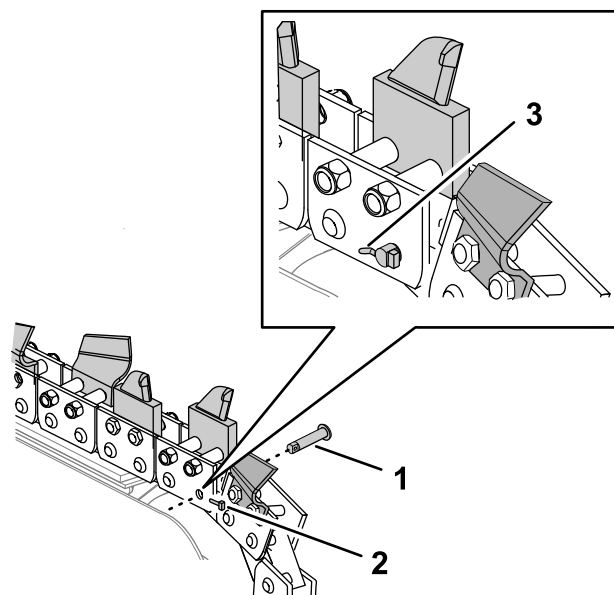

Figura 15
2. Gire la cadena excavadora hasta que el pasador maestro esté posicionado en la parte superior de la rueda tensora (Figura 15).
4. Enderece o recorte el extremo del pasador de seguridad y retire el pasador (Figura 15).
5. Retire el pasador maestro y el rodillo del pasador maestro (Figura 15).
4. Alinee el taladro del rodillo de un eslabón con los taladros de las placas interiores del extremo de la cadena (Figura 15).
5. Alinee los taladros de las placas interiores y del rodillo de la cadena con los taladros de las placas exteriores del otro extremo de la cadena (Figura 15).
6. Posicione el pasador maestro, con el taladro del pasador paralelo a las placas de la cadena situadas por delante de la rueda tensora (Figura 15).
8. Introduzca el pasador de seguridad a través del pasador maestro con la cabeza del pasador hacia la rueda tensora (Figura 15).
10. Doble el extremo del pasador de seguridad 30°–45° hacia abajo (Figura 15).